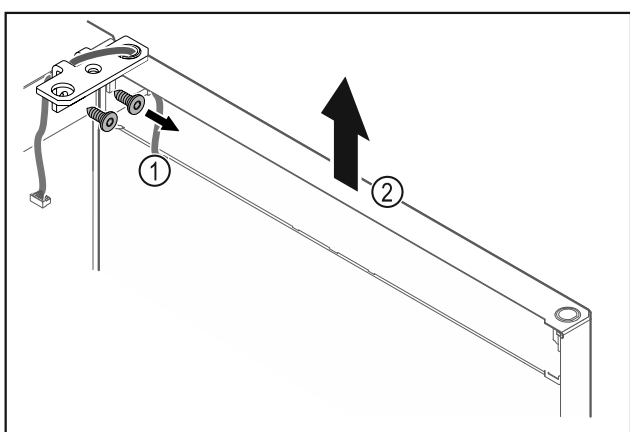

Fig. 21
- ▶ Odkręcić zawias Fig. 21 (1).
- ▶ Drzwi wraz z zawiasem należy podnieść prosto do góry o ok. Fig. 21 (2) circa 200 mm i zdjąć.